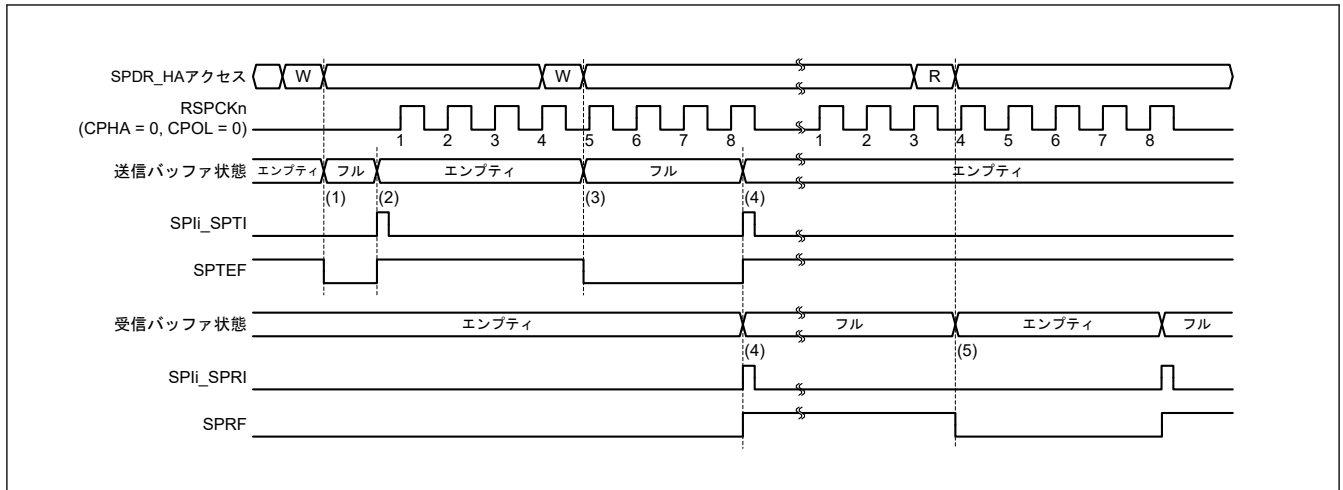
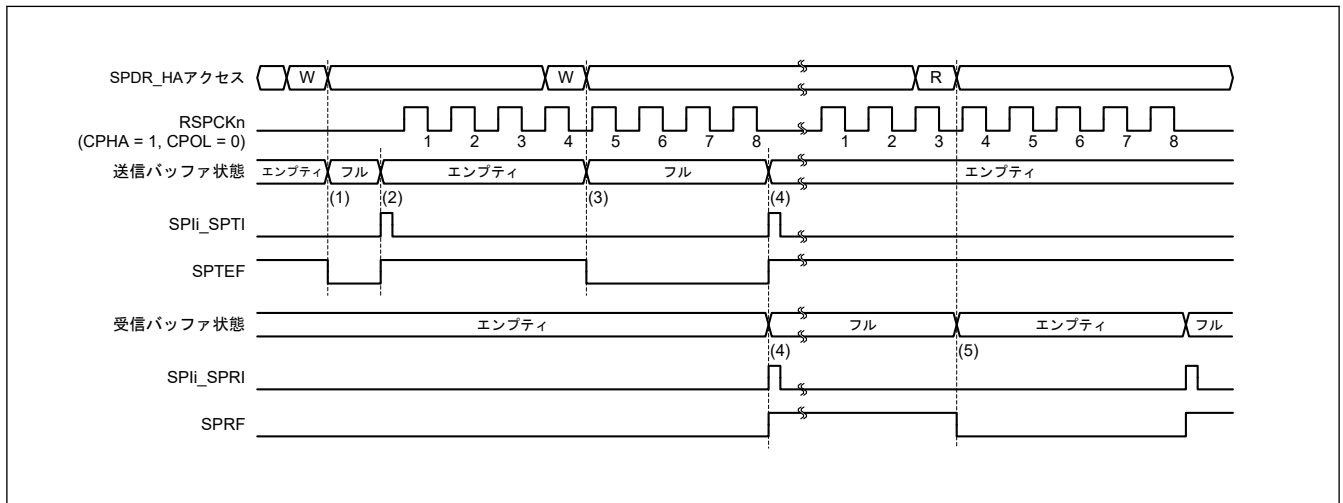

図 26.25 SPIi_SPTI、SPIi_SPRI 割り込みの動作例 (CPHA = 0、CPOL = 0)
図 26.26 SPIi_SPTI、SPIi_SPRI 割り込みの動作例 (CPHA = 1、CPOL = 0)
図 26.25 および図 26.26 に、送信バッファエンプティ割り込み (SPli_SPTI) と受信バッファフル割り込み (SPli_SPRI) の動作例を示します。図 38.26 および図 38.27 に記載した SPDR レジスタアクセスは、SPDR_HA レジスタへのアクセス状況を示しています。W は書き込みサイクル、R は読み出しサイクルを示しています。図 26.25 では、SPCR.TXMD ビットが 0、SPCMD0.CPHA ビットが 0、SPCMD0.CPOL ビットが 0 の設定で、SPI が 8 ビットのシリアル転送を実行しています。図 26.26 では、SPCR.TXMD ビットが 0、SPCMD0.CPHA ビットが 1、SPCMD0.CPOL ビットが 0 の設定で、SPI が 8 ビットのシリアル転送を実行しています。RSPCKn 波形の下に記載した数字は、RSPCK サイクル数 (= 転送ビット数) を示しています。
以下に、図 26.25 および 図 26.26 の (1)～(5) での SPI の動作内容を説明します。